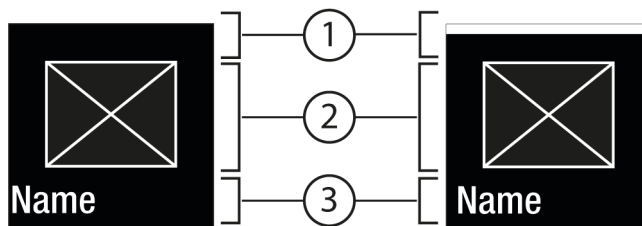
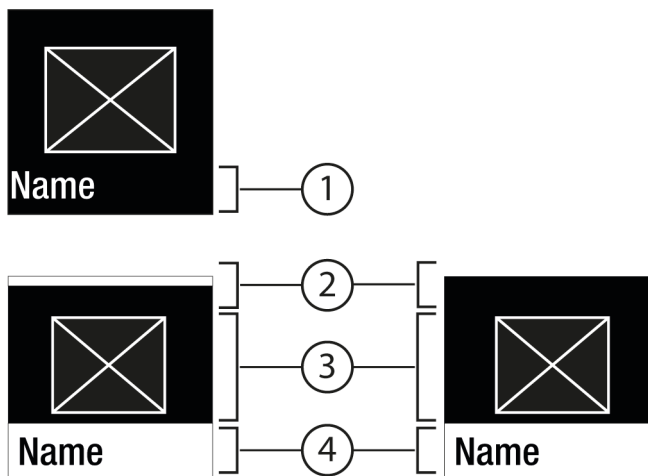

Fig. 6
Fig. 7
- S tipko za potrditev Fig. 5 (2) priključete podmeni Fig. 7 (4).
- Nastavitev nove vrednosti: S tipko za potrditev Fig. 5 (2) izberite deaktivirano vrednost Fig. 6 (1).
- Nazaj v meni: S tipko za potrditev Fig. 5 (2) izberite ž aktivirano vrednost Fig. 6 (2).
- ▷ Stanje: aktivirano Fig. 6 (1) se na kratko pokaže v podmeniju Fig. 7 (4).